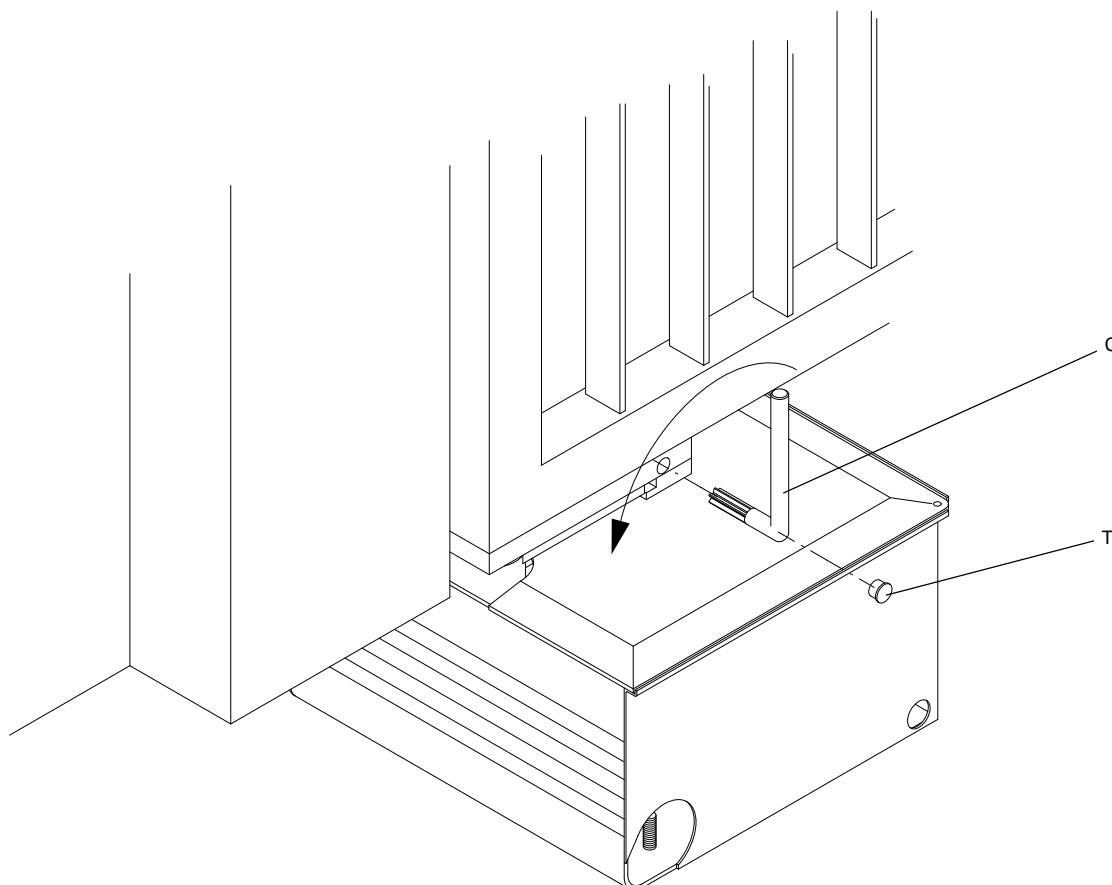

Fig.11
8. Manovra manuale (fig. 11)
8. Manual move (fig. 11)
8. Handbetrieb (Bild 11)
8. Manoeuvres manuelles (fig. 11)
8. Maniobra manual (fig. 11)